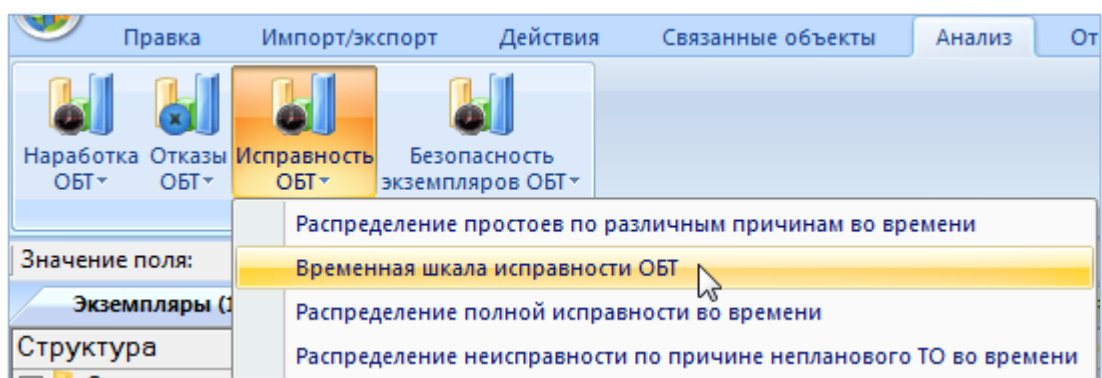

Рис. 28-35 – Выбор диаграммы по исправности
- 3) Нажать кнопку «Исправность ФИ» панели «Диаграммы» на вкладке «Анализ» и выбрать пункт «Временная шкала исправности ФИ» (рис. 28-35).